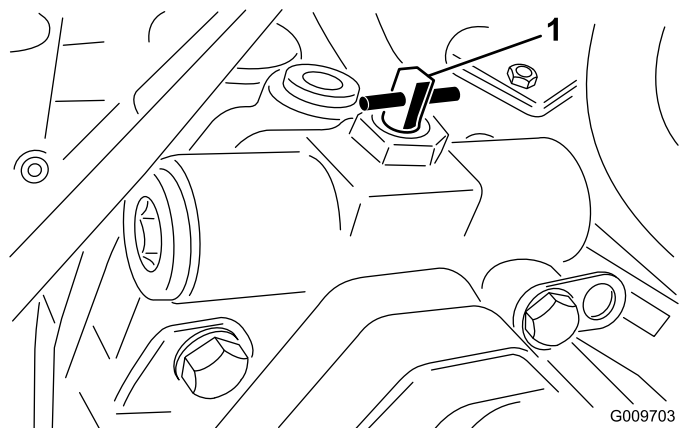

Figura 23
2. Rode a válvula de derivação 90° (1/4 de volta) em qualquer direção, para permitir a passagem interna do óleo (Figura 23).